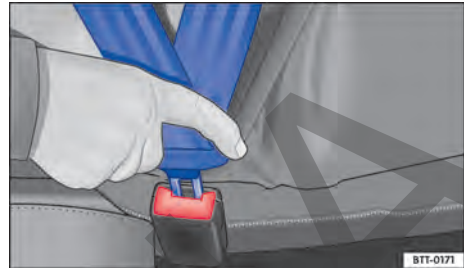

Fig. 29 Introducir la pestaña de encastre del cinturón de seguridad en el cierre del cinturón.
- Inserte la lengüeta del cinturón con fuerza en el cierre del cinturón de seguridad correspondiente al asiento → fig. 29.